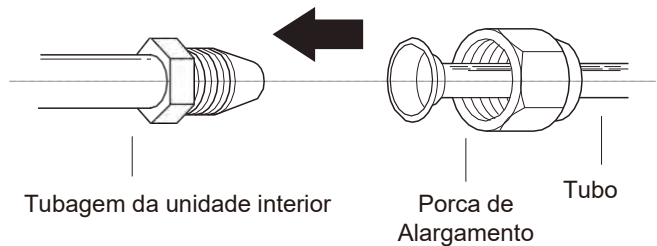

Fig. 5.7
1. Alinhe o centro dos dois tubos que irá ligar. Veja Fig. 5.7